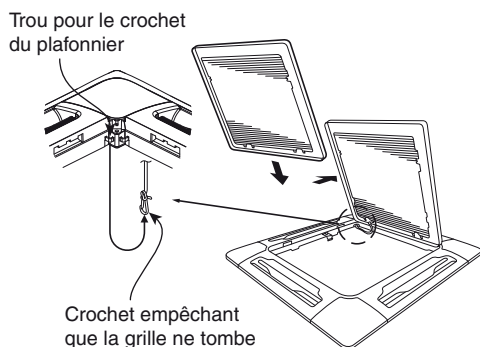

Fig. 7-13
- (2) Utilisez les vis fournies pour fixer le cache-coin au plafonnier.
- Veiller à attacher le câble de sécurité à l'unité de plafonnier. Ceci empêche la grille d'admission d'air de chuter accidentellement. (Fig. 7-13)